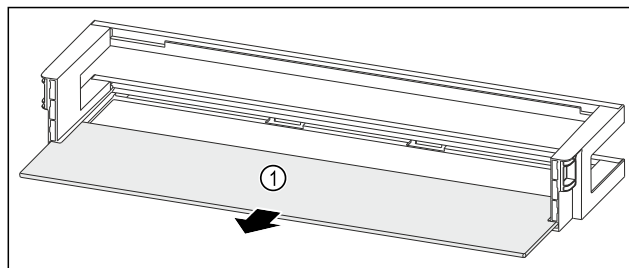

Fig. 235 Дверная полка со съемной полкой
- ▶ Извлеките съемную полку Fig. 235 (1).